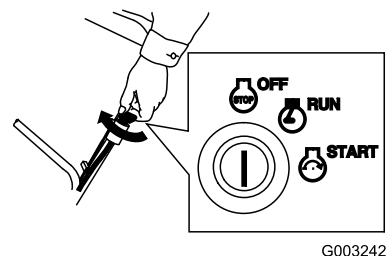

Figura 22
1. Gire la llave a la posición de Desconectado (Figura 22).